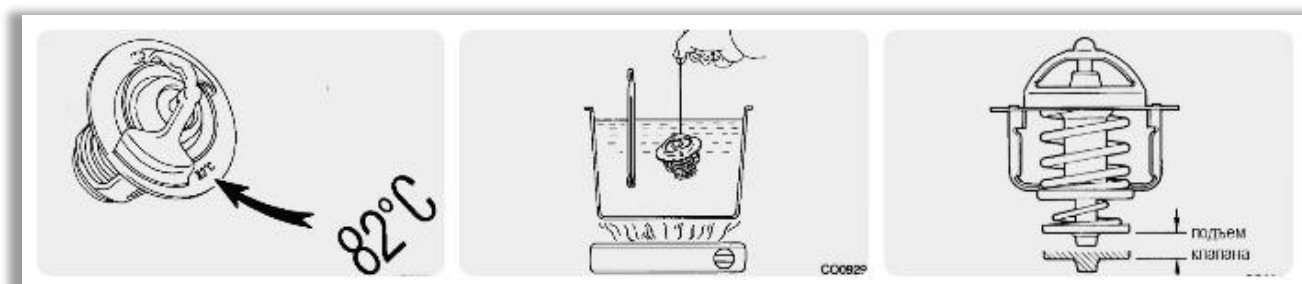

Рисунок IV-3
△ Как правило, на корпус термостата нанесены цифры, обозначающие температуру начала открытия клапана (Рисунок IV-3).
- 1) Погрузите термостат и термометр в воду и медленно нагрейте (Рисунок IV-3).